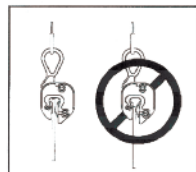

Figure 6
2. **NE PAS**: lever une plaque qui ne peut être insérée au complet dans la gorge d'ouverture de la pince de levage (Fig. 6). C'est absolument nécessaire pour le coussinet de la came d'avoir un contact maximal sur la plaque pour assurer une bonne et ferme prise sur la plaque.